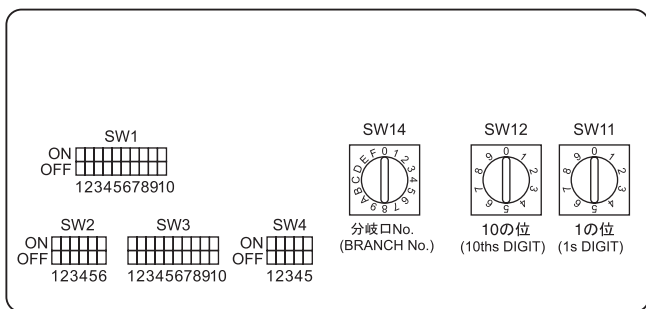

Fig. 4-6
4.5. Definição dos endereços (Fig. 4-6)